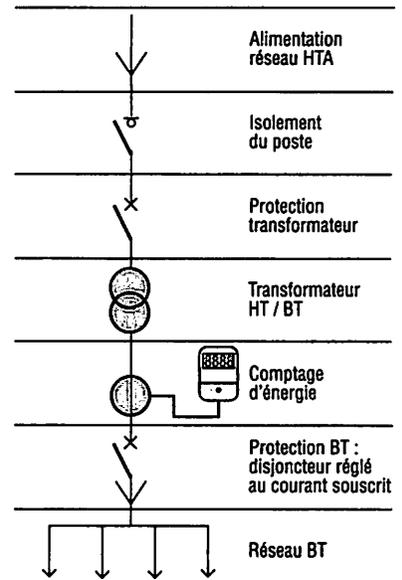

Fig. 10 : Constitution générale d'un poste de transformation.
3.1. Conception générale d'un poste (fig. 10)